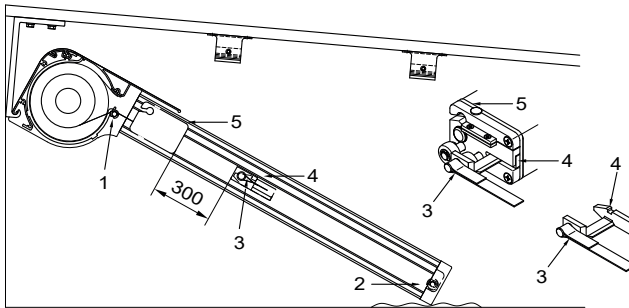

Abb. 15: Einhängen der Zugbänder
- » über die Umlenkrolle im Markisenkasten legen (1 – Abb. 15),
- » unten um die untere Umlenkrolle führen (2 – Abb. 15),
- » Die Schlaufen der Zugbänder (3 – Abb. 15) über die Bolzen der Fallstangenschnapper (4 – Abb. 15, befinden sich beim Zubehör) führen.
- » Zugbänder ziehen (ca. 300 bis 500 mm), Fallstangenschnapper (4 – Abb. 15) in den Laufwagen (5 – Abb. 15) einschieben bis dieser eingerastet ist.
- » Zum Entriegeln der Zugbänder die kleinen Stopfen (5 – Abb. 15) aus den Seitenkappen entfernen, einen Schraubenzieher in die Öffnung der Laufwagen stecken und diesen nach unten drücken. Die Öffnungen mit den Stopfen verschließen.